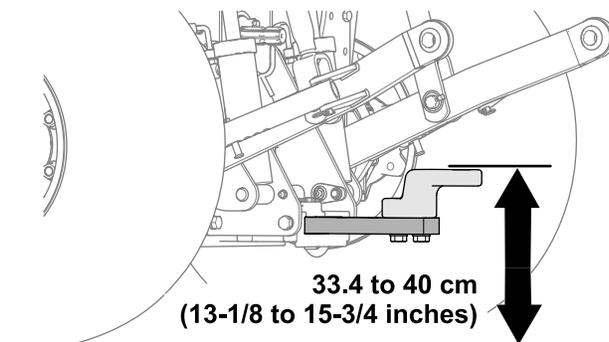

Рисунок 27
- Рабочая высота: от 33,4 до 40 см; см. Рисунок 27.